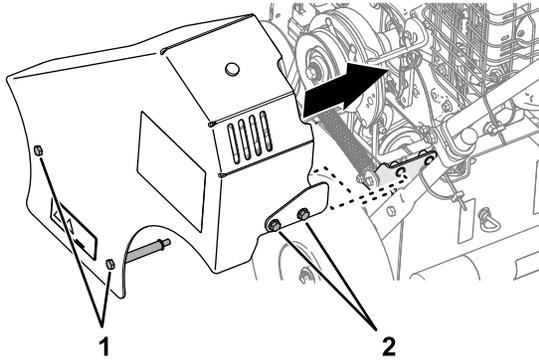

Bild 39
1. Richten Sie den Riemenschutz, die Kopfschrauben und Bundkopfschrauben auf die Löcher in der seitlichen Rahmenplatte und der Federhalterung aus (Bild 39).
2. Montieren Sie den Riemenschutz mit den 2 Kopfschrauben und den 2 Bundkopfschrauben an der Maschine (Bild 39).